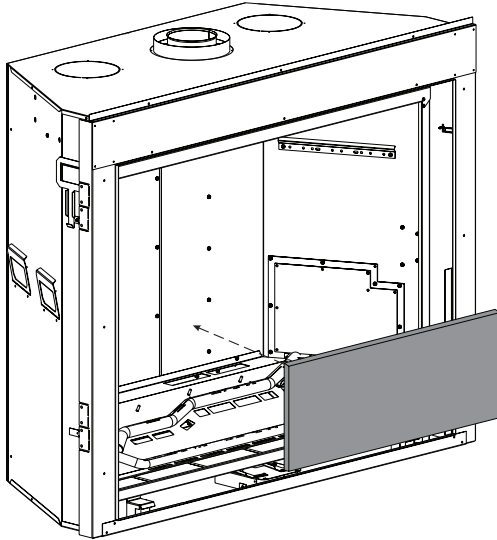

Figure 2
1. Placer le PANNEAU ARRIÈRE sur le mur du fond de l'âtre en le maintenant en place avec une main. **Voir Figure 2.**